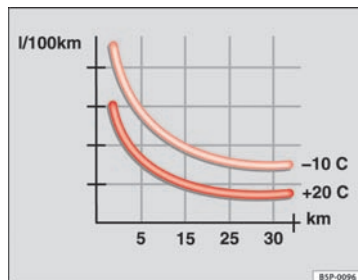

Fig. 88 Brændstofforbrug i l/100 km ved to forskellige omgivelsestemperaturer
- Fig. 88 viser forskellen i brændstofforbruget på samme strækning ved +20° C (+68° F) og -10° C (+14° F).